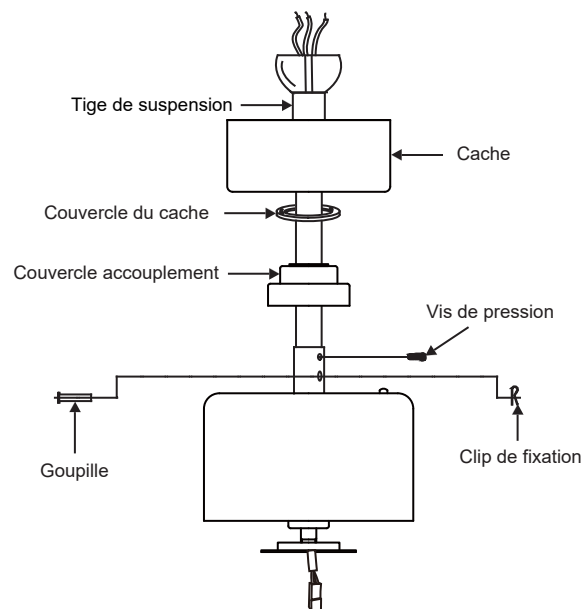

Fig. 9
**Étape 8.** Faites glisser le couvercle d'accouplement, le couvercle du cache et le cache sur la tige de suspension. (**Fig. 9**).
Placez la balle de suspension sur la tige de suspension, insérez la broche transversale dans la tige de suspension et serrez. Serrez maintenant la vis de pression. (**Fig. 9**).